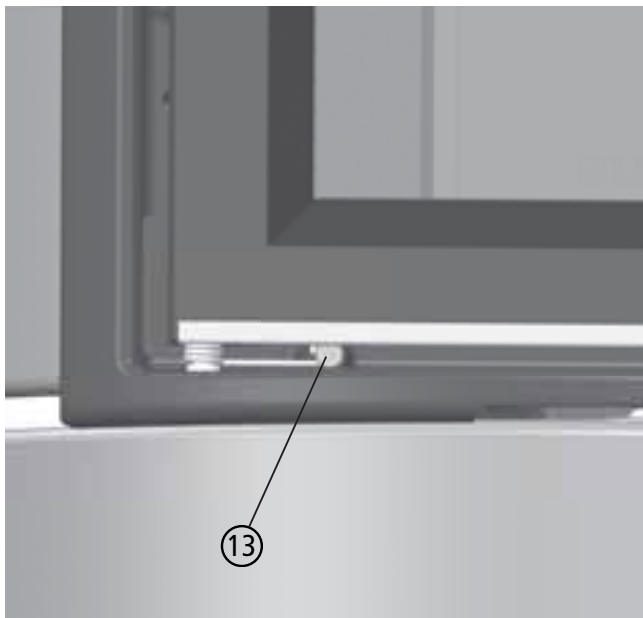

Abb. 3.28 Spannen der Türfeder
- ① Die Feuertür öffnen und auf der Scharnierseite ein Stück anheben - bei selbstschließender Feuertür vorher die Türfeder entspannen, siehe Abb. 3.28 und Abb. 3.29,
- ② Feuertür unten nach vorne aus dem Scharnier heraus schwenken - Feuertür dabei von unten festhalten,
- ③ Feuertür nach unten entnehmen.